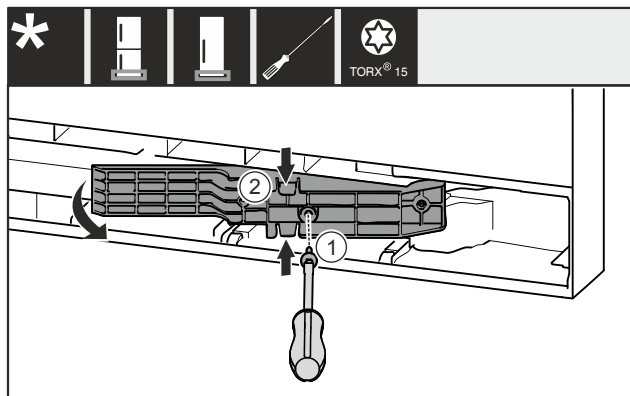

Fig. 19 \*
- Odstraňte šroub Fig. 19 (1)\*
- Adaptér Fig. 19 (2) nahore a dole mírně stlačte k sobě a vytáhněte.\*